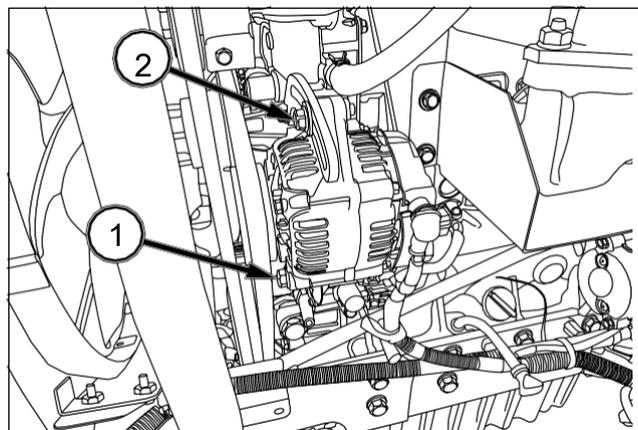

FIG. 207
FIG. 207: Para ajustar la tensión de la correa, afloje el perno pivote del alternador (1) y el perno de la pestaña de tensión (2). Tire del alternador hacia arriba para tensar correctamente la correa y apriete primero el perno (2) y después, el perno pivote.